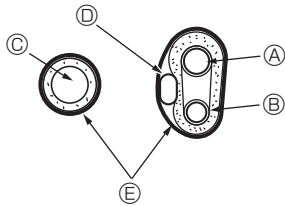

Fig. 5-3
- ◆ Ներքին բլրկի խողովակների հատվածի պահպանումը (Fig. 5-3)
- * Մի տեղում հավաքեք դրենաժային ճկափողը և սառնագենտի խողովակները և փաթաթեք մատակարարված թաղիքե մեկուսիչ ժապավեն ③-ով:
- * Ծալեք թաղիքե մեկուսիչ ժապավեն ③-ը ժապավենի լայնության կեսի չափով:
- Ⓔ Թաղիքե մեկուսիչ ժապավեն ③